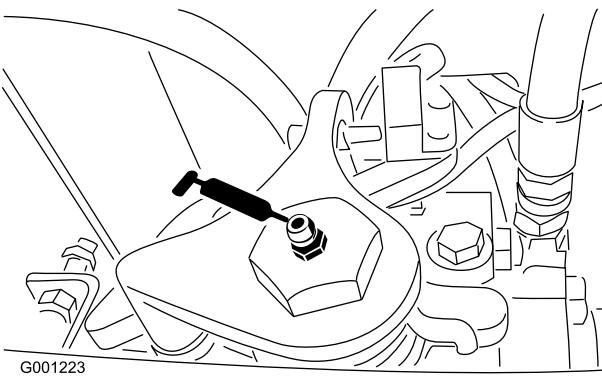

Figura 41
- Eixo neutral da transmissão (Figura 41)